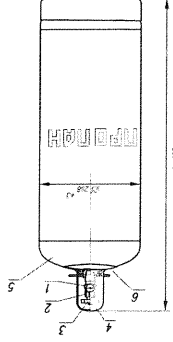

Рисунок 1 – Баллон для сжиженных газов
- 3) отвернуть заглушку 1 (см. рис.1) вентиля 2, предварительно повернув, находясь в вентиль в закрытом положении; при необходимости повернуть маховик 3 в закрытое положение;